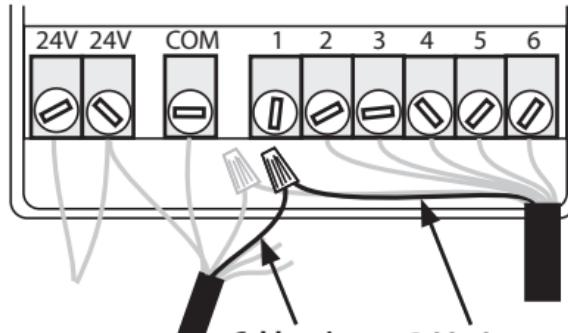

Figura 10
4. Desconecte el cable de zona de destino identificado y marcado anteriormente (zona nº 1 en la figura 10). Conéctelo al cable rojo de la interfaz del usuario del SMRT-Y mediante un terminal de conexión (consulte la figura 10).